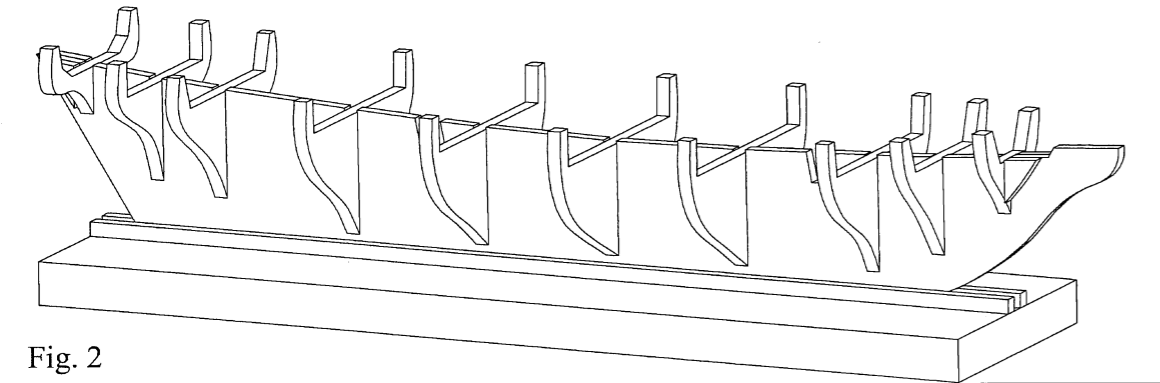
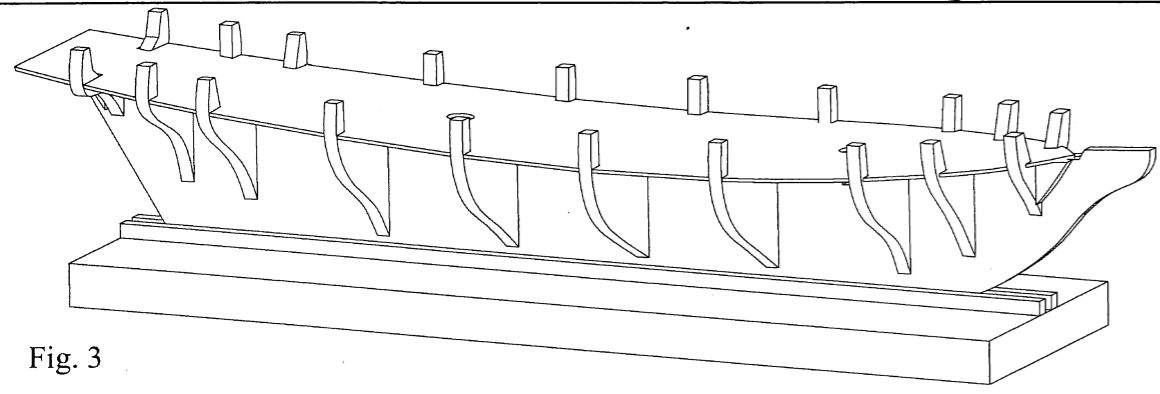

Fig. 2
Fig. 3
2) Montare SENZA INCOLLARE le ordinate 1...10 nei rispettivi incastri sulla chiglia 14 (fig. 2). Durante il montaggio a secco, assicurarsi che nessuna delle parti vada a forzare negli incastri: è preferibile che ci sia un leggero gioco. Porre, quindi, negli incastri la coperta #16. Contrallare l'allineamento della struttura osservandola di fianco. La coperta deve formare una linea curva senza ondulazioni mentre, vista di fronte, presenta una leggera curvatura convessa senza svergolature. Quando si è sicuri che, osservando la struttura da diverse angolazioni, tutte le linee hanno un andamento corretto, smontare completamente e ricominciare il montaggio incollando tutte le parti dall'1 al 10, seguendo l'ordine numerico. Incollare quindi la coperta #16 (fig. 3). Davanti alla ordinata #1 incollare sulla chiglia il riempimento di prua #11.
2) Monter, sans coller, les couples 110 dans les emboîtements respectifs sur la quille 15 (fig.2). Pendant le montage à sec, s'assurer qu'aucune des parties ne force dans les emboîtements respectifs: il est préférable qu'il y ait un certain jeu. Contrôler l'alignement de la structure: l'observant de côté, le pont doit former une ligne courbe sans ondulations tandis que, vu de front, il présente une légère courbure convexe, sans défauts. Quand on est sûrs que, observant la structure de différents côtés, toutes les lignes ont une allure correcte, démonter complètement et recommencer le montage collant toutes les parties du n.1 au n.10 suivant l'ordre numérique. Donc coller le pont #16 (fig.3). Devant la couple #1 coller sur la quille le remplissage d'avant #11.
- 2) Die Spanten 1..10. ohne Klebstoff, in die entsprechenden Einschnitte am Kiel 14 (Bild 2) einfügen. Bei dieser Trockenmontage darauf achten, daß die Teile nicht mit Druck in die Einschnitte gepaßt werden, sondern ein leichter Spielraum vorhanden bleibt. In der Folge das Deck #16 in die Einschnitte einfügen. Die Linienführung von der Seite aus kontrollieren. Das Deck muß eine gebogene Linie ohne Wellen bilden, während sich von vorne gesehen eine leicht konvexe, nicht verzogene Wölbung ergibt. Die Konstruktion aus verschiedenen Blickwinkeln betrachten und wenn die Linienführung stimmt, alles noch einmal auseinandernehmen und mit dem eigentlichen Zusammenbau beginnen. Die Teile 1 bis 10 in numerischer Reihenfolge kleben. Anschließend das Deck #16 (Bild 3) kleben. Die Bugfüllung #11 vor den Spant #1 auf den Kiel kleben.